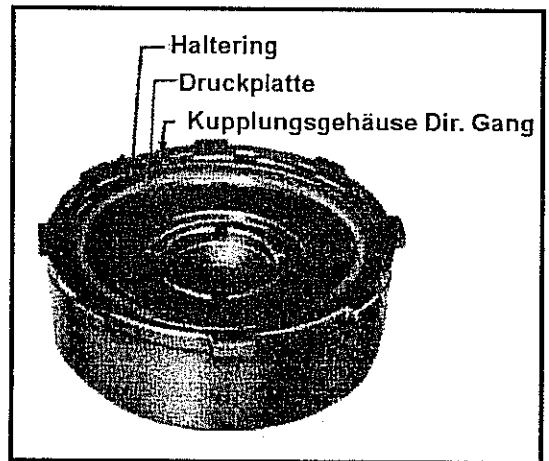

Abb. 10-81 Demontage der Lamellenkupplung für Direkten Gang
- Haltering der Druckplatte an dem Kupplungsgehäuse Direkter Gang entfernen und die Druckplatte abnehmen. Siehe Abb. 10-81.
- Druckplatte und Haltering der Kupplung Direkter Gang installieren. Siehe Abb. 10-81.